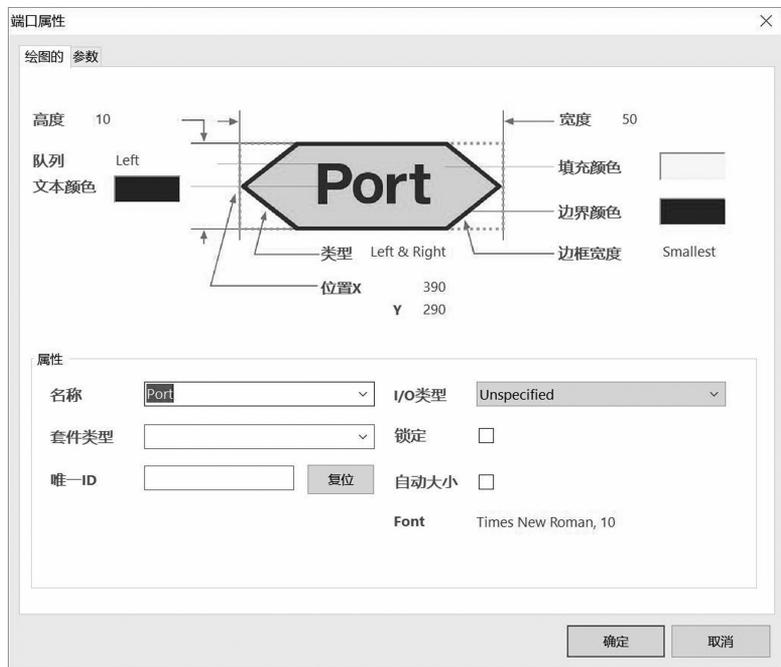

图 4-99 “端口属性”对话框
(2) 单击 Tab 键，打开如图 4-99 所示的“端口属性”对话框。